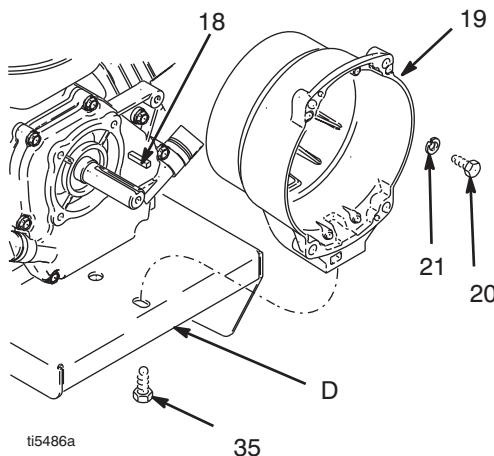

FIG. 11
- FIG. 11. Fjern de fire skruene (20) og låseskivene (21) som fester clutchhuset (19) til motoren.
- Fjern skruen (35) som sitter under monteringsplaten (D).
- Trekk clutchhuset (19) av.
- FIG. 11. Press clutchhuset (19) på.
- Sett inn fire hodeskruer (20) og låseskiver (21) som fester clutchhuset (19) til motoren. Trekk til med et moment på 200 in-lb (22.6 N·m).
- Monter skruen (35) som satt under monteringsplaten (D) med et tiltrekkningsmoment på 26 ft-lb (35,2 N·m).